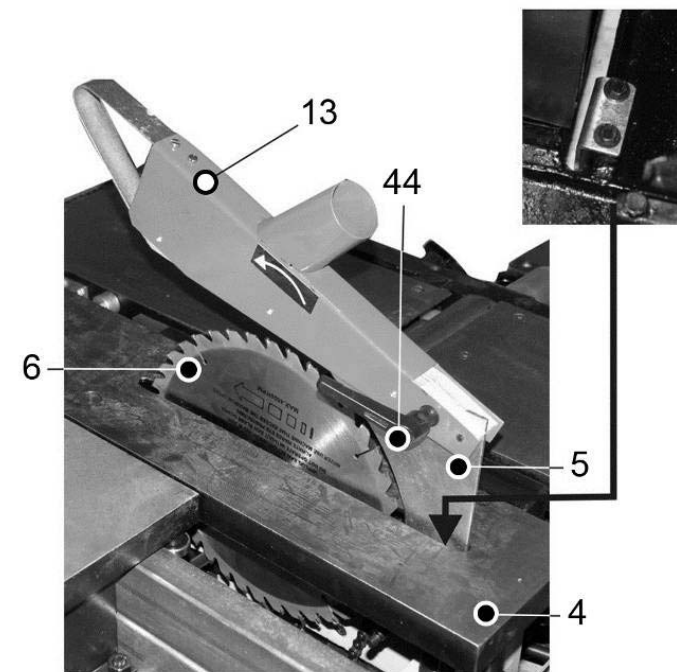
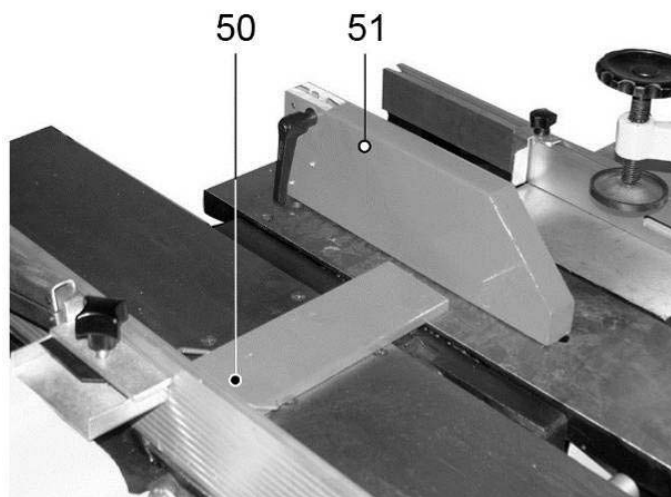

Рис. 6
Рис. 10
8.2.2. На расклинителе (5) установите и фиксирующей ручкой (44) закрепите защитный кожух (13), Рис. 6.
8.2.7. При работе со станком, когда не используется строгальный вал (49), в режиме строгания (фугования) установите и закрепите защитный кожух (50), Рис. 10.
8.2.8. При работе со станком, когда не используется пильный диск (6), вместо защитного кожуха (13), Рис. 6, установите и закрепите защитный кожух (51), Рис. 10.